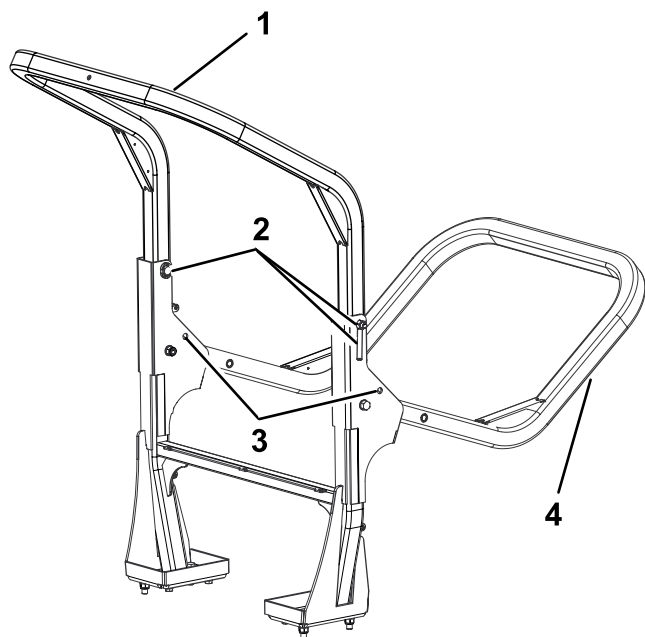

Figura 27
2. Sostenga el peso de la estructura superior de la barra antivuelco mientras retira los pasadores de seguridad y los pasadores de los soportes de giro (Figura 27).